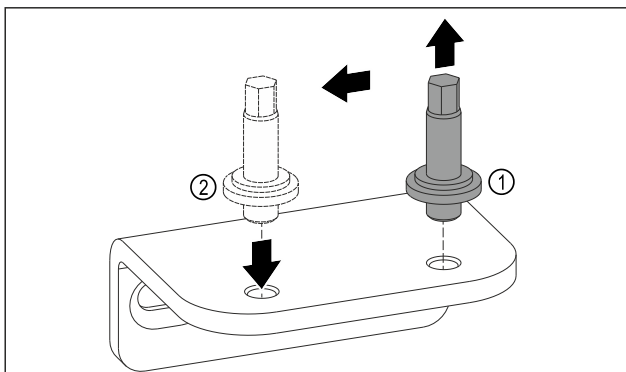

Fig. 13
- ▶ Kierrä alemman laakerijalustan pultit ulos SW5-ulkokuusioavaimella. Fig. 13 (1)
- ▶ Aseta pultit vastapäiselle puolelle. Fig. 13 (2)